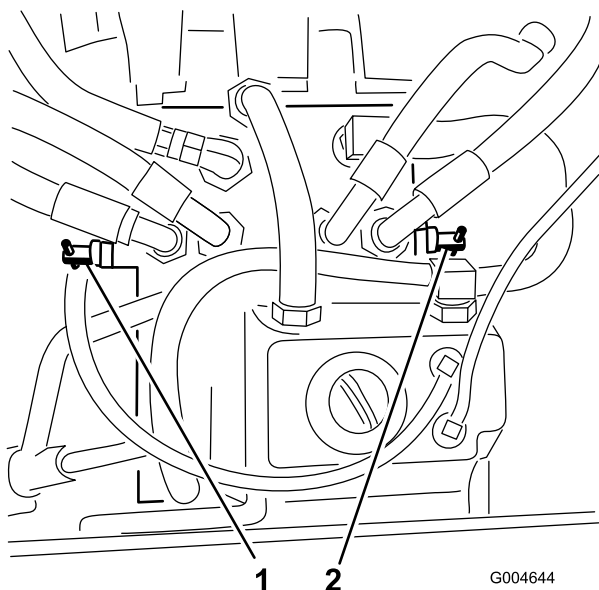

Figura 37
3. Girate ogni valvola di bypass di un giro in senso antiorario (Figura 37).
Girate ogni valvola di by-pass di un giro in senso orario e serratela (coppia 8 Nm circa) (Figura 37).